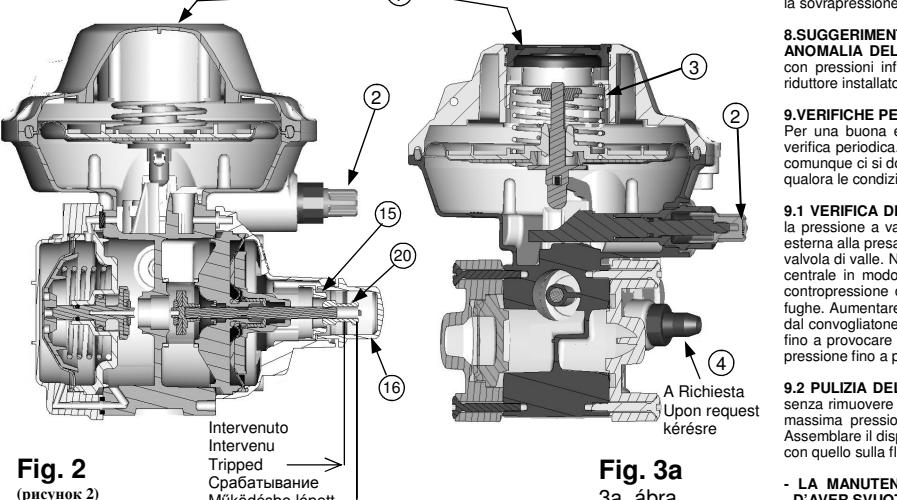

Fig. 2
(рисунок 2)
3. MESSA IN SERVIZIO (FIG. 2) Aprire lentamente la valvola di intercettazione posta a monte del regolatore ed assicurarsi della presenza di gas in linea.Togliere il tappo di pos. 16.Tirare lentamente il pomello di pos. 20; si incontrerà una resistenza a tale operazione tanto maggiore quanto più sarà elevata la pressione a monte del riduttore. Questa operazione deve essere eseguita con le dita avendo cura di evitare in modo assoluto di ruotare la ghiera pos. 3 in senso orario per aumentare la pressione e antiorario per diminuirla. Quando si aumenta la pressione di esercizio bisogna aumentare anche la taratura del dispositivo di blocco per massima pressione. Per eseguire tale operazione togliere il tappo pos. 16 e con una normale chiave a tubo da 13 mm scattare il dispositivo di blocco, è consigliabile mantenere una leggera fuga a valle. (O aprire la presa di pressione se presente) Assicurato l'esito favorevole della messa in esercizio rimettere il tappo di pos. 16.
4. REGOLAZIONI Tutti i regolatori sono tarati per pressioni di erogazione e di intervento del blocco per massima pressione ai valori richiesti dal Cliente direttamente in stabilimento; i valori di taratura sono indicati sulla targhetta. Si possono effettuare variazioni di taratura di +/-10% del valore riportato sulla targhetta. Per aumentare o diminuire la pressione di esercizio togliere il tappo pos. 1 e con una normale chiave a tubo da 27 mm, ruotare la ghiera pos. 3 in senso orario per aumentare la pressione e antiorario per diminuirla. Quando si aumenta la pressione di esercizio bisogna aumentare anche la taratura del dispositivo di blocco per massima pressione. Per eseguire tale operazione togliere il tappo pos. 16 e con una normale chiave a tubo da 13 mm ruotare la ghiera pos. 15 in senso orario per aumentare la pressione di intervento e in senso antiorario per diminuirla.
3. START UP (ref. fig. 2) - Slowly open the on/off valve upstream of the regulator and ensure that gas is in the line. Remove the transparent plug pos. 16. Slowly pull the knob, pos. 20; the inlet pressure level is creating resistance to this operation. Higher inlet pressure generates higher resistance. Direction of pulling should be in the axis of the knob. Do not bend the stem at that operation. The stroke of the knob is about 10 mm and the knob will remain in position if the rearming is ok. Press the button, pos. 2, to rearm the second stage. To avoid an increase of the downstream pressure up to the slam-shut trip, the creation of a small leak downstream is recommended. (open test plug if available). Fit the transparent plug, pos. 16, after successful start up.